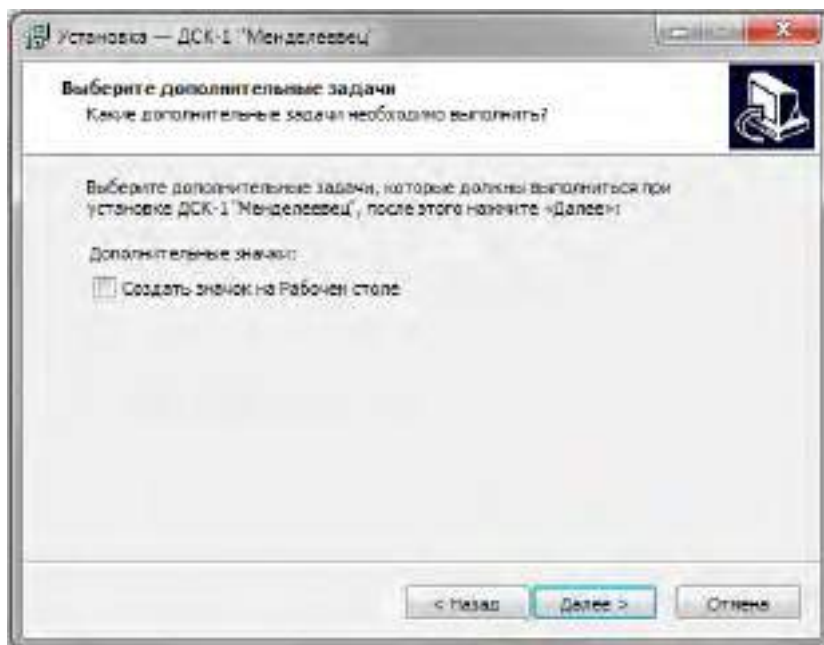

Рисунок 9 – Окно выбора дополнительных задач
3.3.4 Если требуется, указать необходимость создания значка на рабочем столе, при установке программы (рисунок 9). Нажать кнопку «Далее».